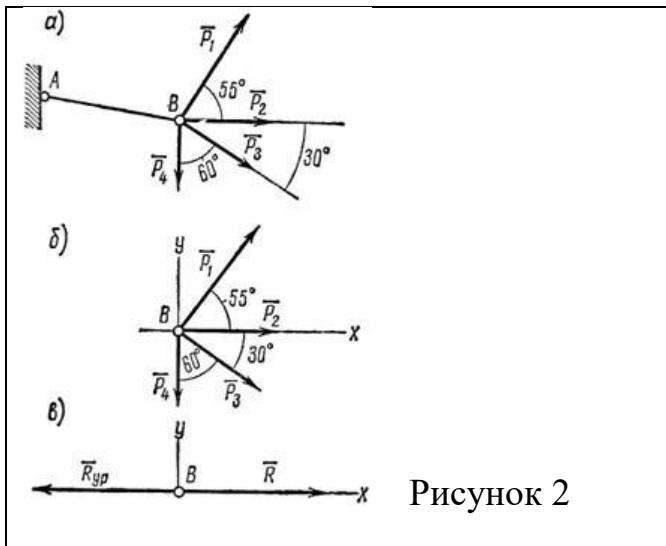

Рисунок 2
1. К концу В веревки АВ прикреплено кольцо, на которое действуют четыре силы: $P_1 = 40$ Н, $P_2 = 25$ Н, $P_3 = 25$ Н и $P_4 = 20$ Н, направленные, как показано на рис. 2, а (сила P_2 горизонтальна). Определить усилие, возникшее в веревке, и ее направление относительно горизонтали. Решение – методом проекций.